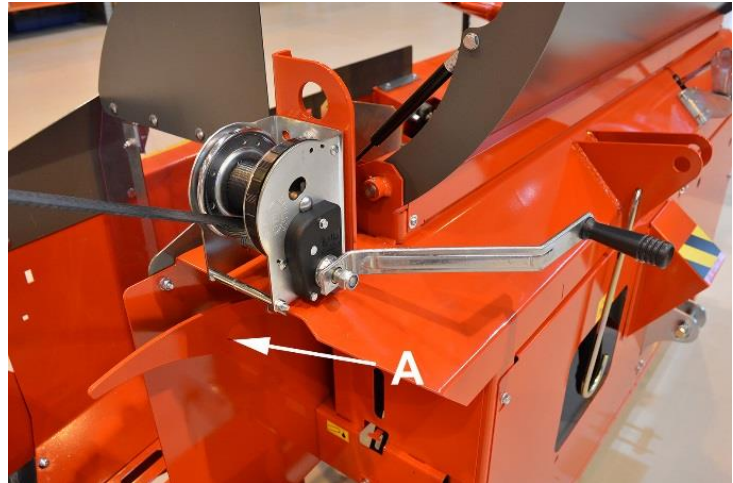

Bild 5.
3. Låt låsning A på bild 5 vara öppen och sänk ner utmatningstransportören i det nedersta läget med hjälp av en vinsch.
5. Lyft transportören med en vinsch tills den låser sig i sitt övre läge. Kontrollera att lås A (bild 5) är ordentligt på plats.